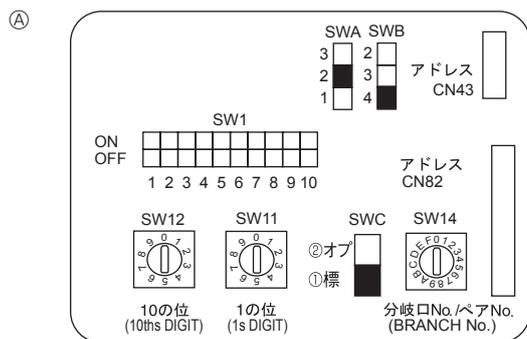

Fig. 4-4
4.5. Configuration des adresses (Fig. 4-4)
① Tableau d'adresses
4.6. Réglage des interrupteurs pour différentes hauteurs de plafond (Fig. 4-4)
①	②	③
④	4 directions	2,7 m, 8,9 pieds	3,2 m, 10,5 pieds	4,5 m, 14,8 pieds
③	3 directions	3,0 m, 9,8 pieds	3,6 m, 11,8 pieds	4,5 m, 14,8 pieds
②	2 directions	3,3 m, 10,8 pieds	4,0 m, 13,1 pieds	4,5 m, 14,8 pieds
4.7. Détection de la température ambiante à l'aide du capteur intégré de la commande à distance (Fig.4-4)